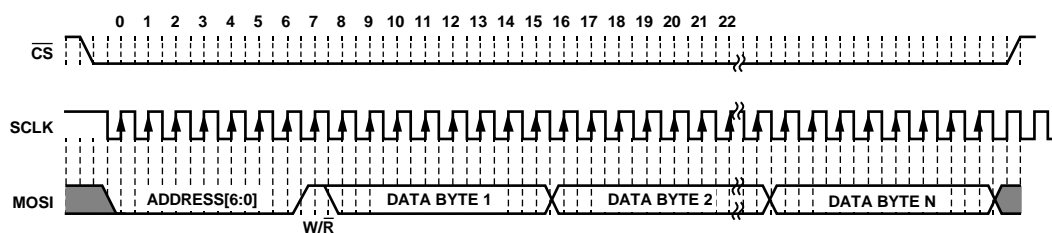
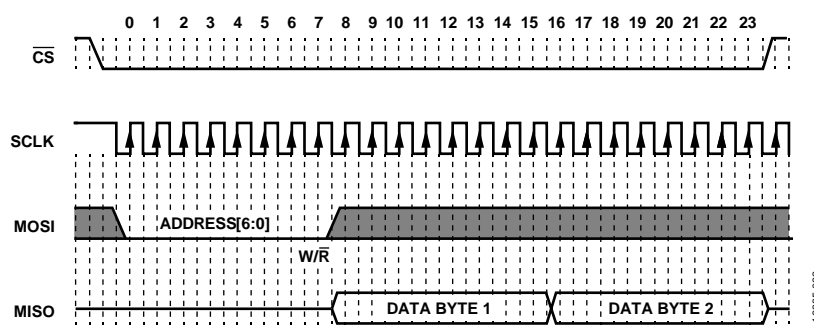
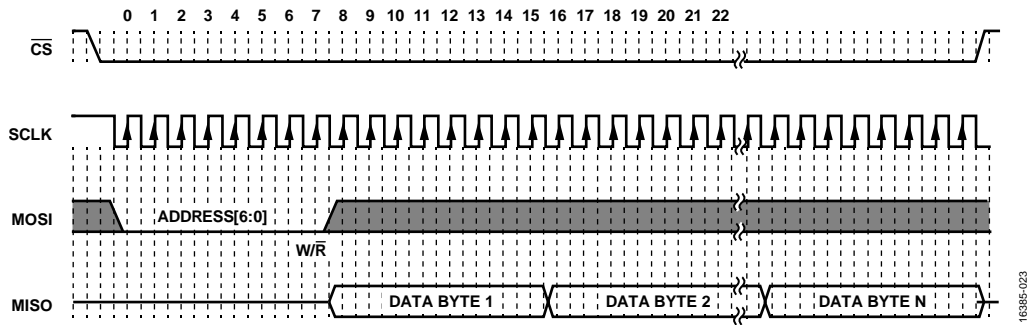

図 26. SPI スレーブ書き込み用のクロック供給 (バースト書き込みモード、N バイト)
図 27. SPI スレーブ読み出し用のクロック供給 (シングルワード・モード、2 バイト)
図 28. SPI スレーブ読み出し用のクロック供給（バースト読み出しモード、N バイト）
単一のレジスタに対するマルチワード SPI 書き込み動作のサンプル・タイミングを図 26 に、シングルワード SPI 読み出し動作のサンプル・タイミングを図 27 に示します。MISO ピンは、有効な R ビットを受信した後、3 ステート (Z) から駆動される状態に遷移します。この例では、バイト 0 はアドレスと W/R ビットで構成されており、それ以降のバイトはデータを伝送します。マルチワード SPI 読み出し動作のサンプル・タイミングを図 28 に示します。図 26~図 28 では、SCLK の立上がりエッジを上向きの矢印で示していますが、これは、この立上がりエッジでデータ・ラインがサンプリングされることを表しています。